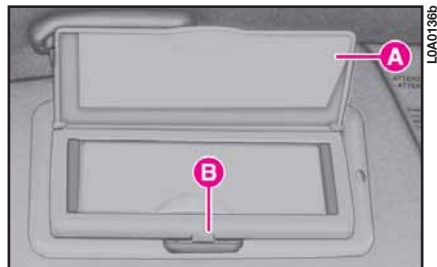

fig. 38
1) abra la tapa del espejo **A** (fig. 38);